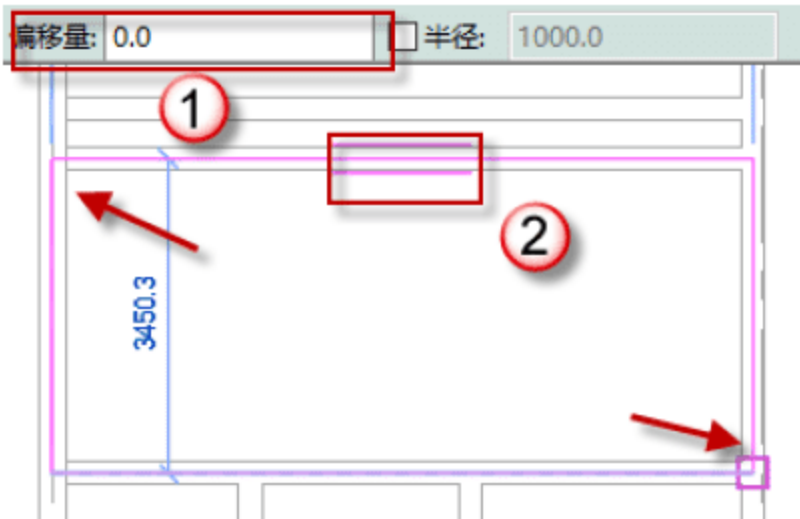

图 4.3.48 绘制 23 号板
(23) 绘制 23 号板，单击“矩形”按钮，绘制 23 号板，调整跨方向，将偏移量设置为 50，单击√按钮，完成绘制，如图 4.3.48 所示。